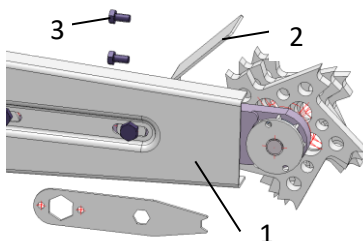

Fig. 4.: Montering verneplate
- > Monter verneplaten på sverdet (1 – fig. 4).
- > Norfresen har enda en verneplate (2 - fig. 4). Denne skrus fast på huset med to sekskantskruer (3 – fig. 4).